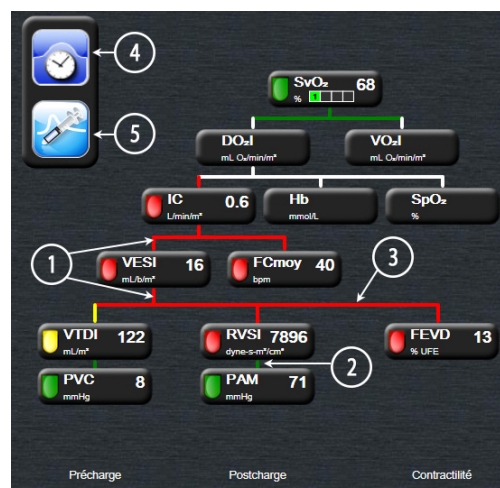

Figure 5-13 Écran Relation physio
- 4 La barre de gauche s'affiche après avoir effectué un set de bolus. Appuyer sur l'icône d'horloge/courbe pour afficher l'historique des données (voir figure 5-13).